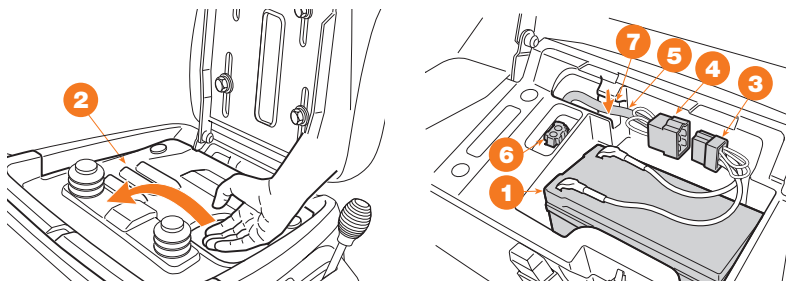

Рис. 6
- Батарея **1** находится под сиденьем, для получения доступа к ней необходимо снять крышку **2** (Рис. 6).